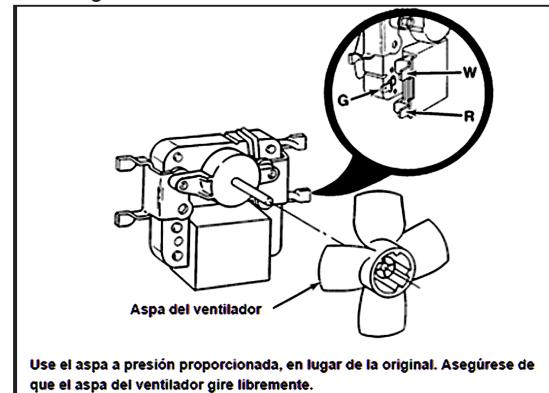

Figura 7
- Vuelva a instalar los tornillos del portacojinete. Vea la *Figura 7*.